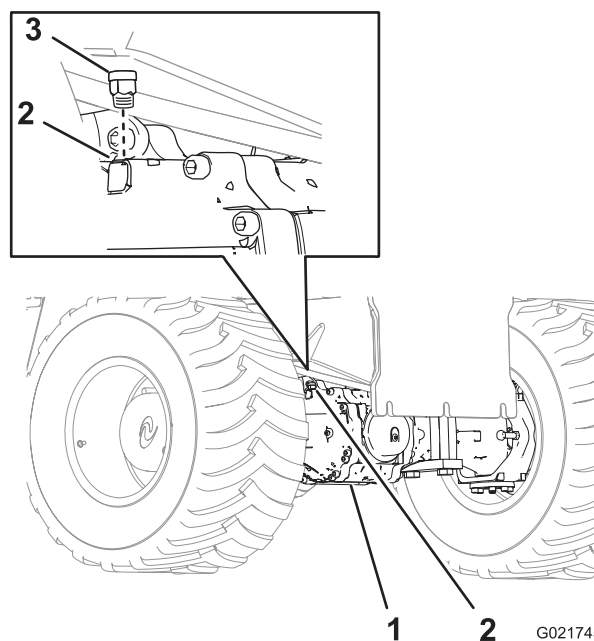
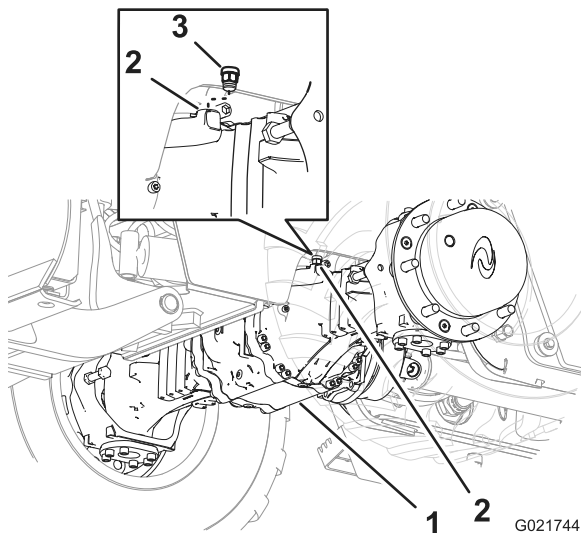

Figure 76
Figure 75
2. Retirez l'évén du pont avant (Figure 75).
3. Retirez l'évén du pont arrière (Figure 76).
6. Remettez l'évén en place dans le pont avant (Figure 75).
7. Remettez l'évén en place dans le pont arrière (Figure 76).
1. Nettoyez la surface autour des événements avec un solvant de nettoyage (Figure 75 et Figure 76).